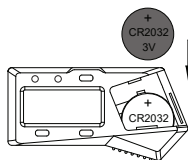

fig.2
- Coloque la pila CR2032 en el compartimento de la pila, el polo positivo de la pila (+) debe mirar hacia fuera (fig. 2).